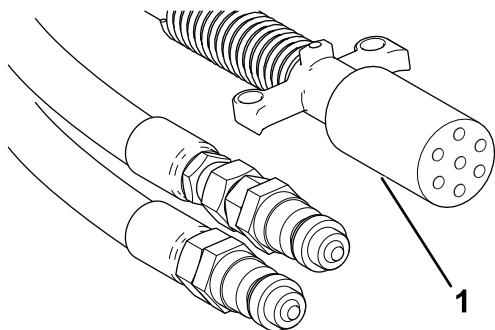

**Figura 20**
6. Collegate i due flessibili idraulici che provengono dalla macchina al veicolo trainante. Stando davanti alla macchina, collegate il flessibile destro al lato di mandata e il flessibile sinistro al lato di ritorno (Figura 20). Il flessibile di ritorno è dotato di una valvola di ritegno in linea a una via. La freccia sulla valvola di ritegno dovrà essere rivolta verso il connettore di ritorno del veicolo trainante.